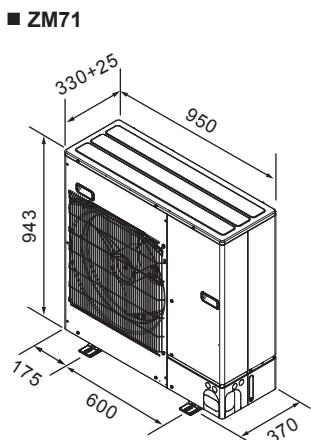

Fig. 2-3
2.3. Dış ölçüler (Dış ünitesi) (Fig. 2-3)